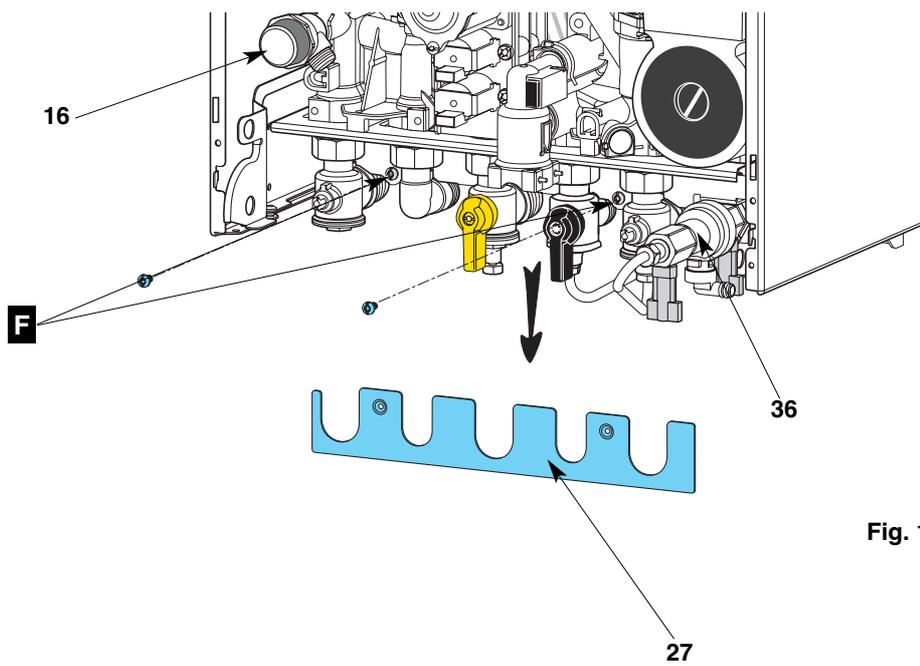

Fig. 10
- effectuer les raccordements eau et gaz avec les différents joints nécessaires (joint caoutchouc **H** sur le gaz), positionner le filtre métallique **G** dans le raccord retour chauffage. Pour faciliter ces raccordements, il est possible de retirer la tôle rep. **27** (fig. 10) après avoir ôté les 2 vis **F**. Ceci peut être fait avant ou après l'accrochage de l'appareil.
L'orifice de vidange de la soupape de sécurité **16** et du disconnecteur **36** doivent obligatoirement être raccordé à une canalisation d'eau usée (fig. 10).